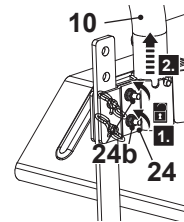

Fig. 13
- Afloje las dos tuercas (24b) del soporte del manillar (24) usando dos llaves adecuadas, pero no las saque del todo (fig. 13, paso 1).
- Tire un poco hacia afuera de la parte inferior del manillar (10) (fig. 13, paso 2).